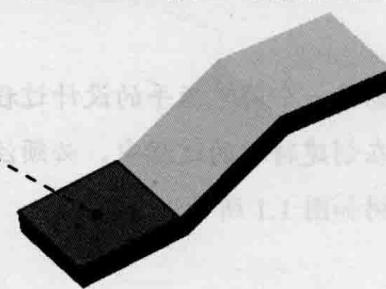

图 1.5 草图平面
Step3. 创建图 1.4 所示的拉伸特征 2。选择下拉菜单 **插入(I)** → **设计特征(E)** → **拉伸(S)** 命令（或单击 **拉伸** 按钮）；单击“拉伸”对话框中的“绘制截面”按钮 **草图**，系统弹出“创建草图”对话框，选取图 1.5 所示的面为草图平面，单击 **确定** 按钮，绘制